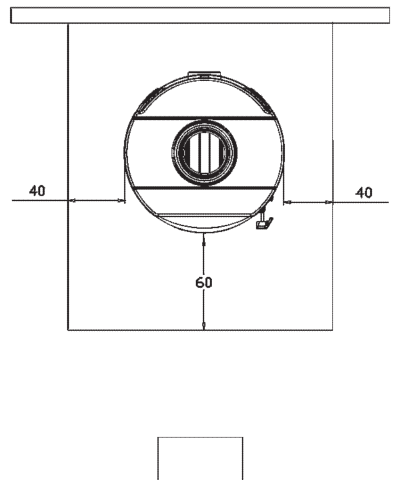

Bild 4B
c) falls das Produkt auf einer entflammaren Fläche installiert wird, muss eine nichtentflammare Fläche dazwischengeschoben werden, z.B. eine Fläche aus Stahl. Solch eine Fläche muss auf der vorderen Seite mindestens 60 cm vorragen und seitlich zusätzliche 40 cm, den zusätzlichen Raum zur Öffnung der vorderen Tür in Betracht ziehend (Bild 4B).